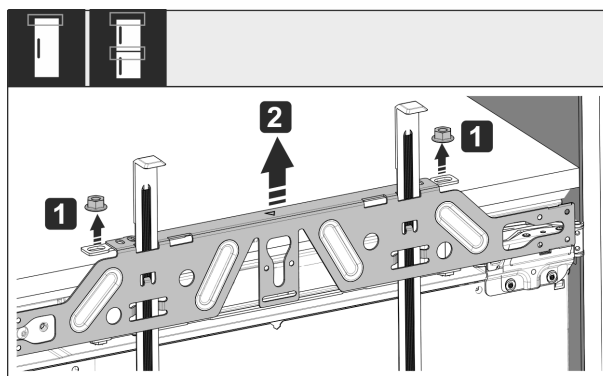

Fig. 58
- ▶ Разхлабете контрагайките Fig. 58 (1).
- ▶ Свалете гредата за закрепване Fig. 58 (2).